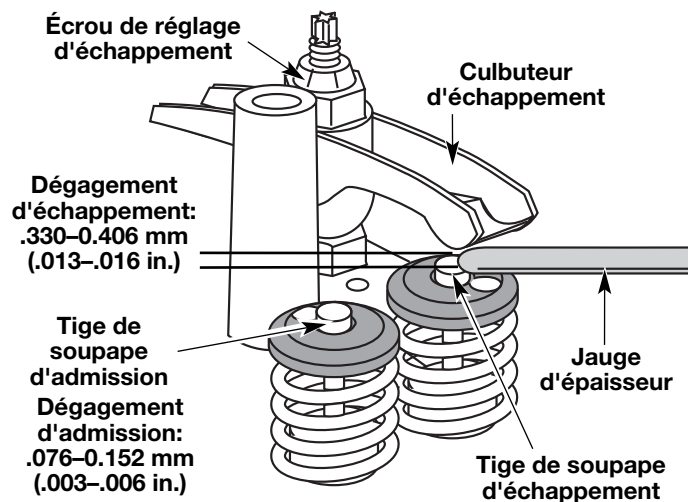

Fig. 38
- Tournez l'écrou de réglage à l'aide d'une clé de 8 mm (5/16 po) ou d'un tournevis à embout hexagonal (Fig. 38).